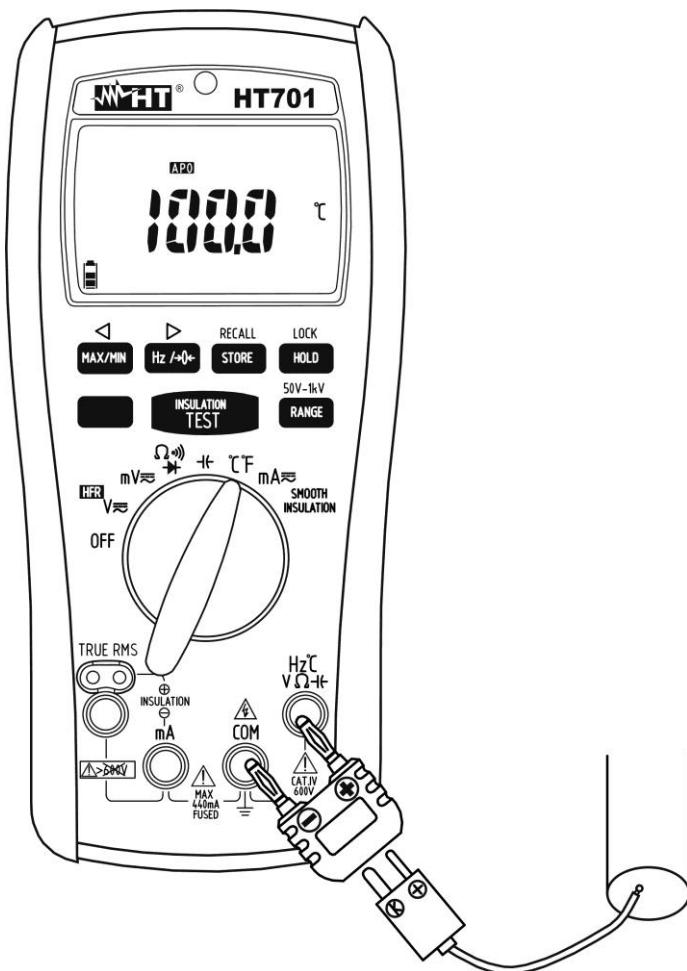

Fig. 9: Uso do instrumento para medir Temperaturas
3. Inserir o adaptador fornecido nos terminais de entrada **Hz°CVΩHf** e **COM** respeitando as cores vermelho e preto presentes nos mesmos (consultar a Fig. 9)